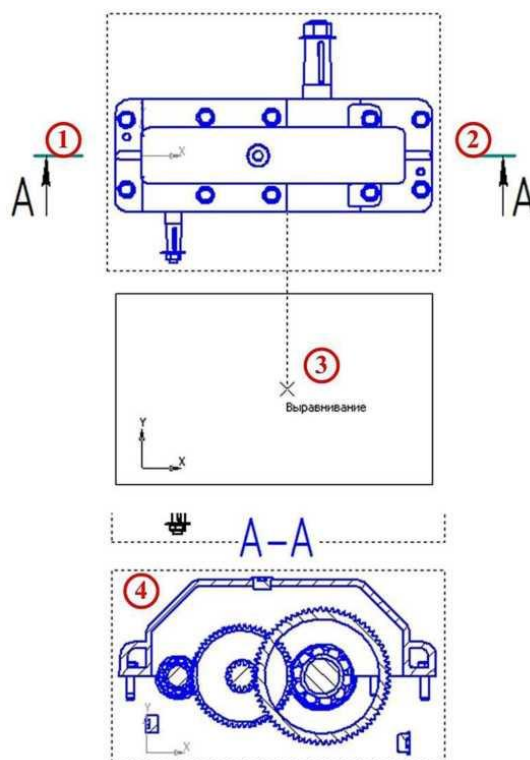

Рисунок 3.
2. Создать автоматически разрезы в ассоциативных видах. На **Компактной** панели нажмите кнопку  **Обозначения**, тем самым вызвав соответствующую панель, на которой выберем команду **Линия разреза** . Выбрав точки **1** и **2**, рисунок 3 по линии соединения которых необходим разрез, и выбрав направление разреза (в нашем случае верх), на экране появится фантом разреза в виде прямоугольника. Выбрав его местоположение **3** получим заданный разрез **4**.